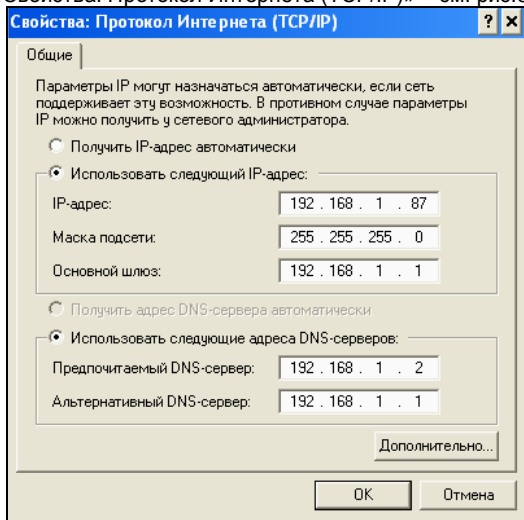

Рис.5 Первоначальная настройка IP-адреса
18. Откроется окно «Свойства: Протокол Интернета (TCP/IP)» – см. рис.5.